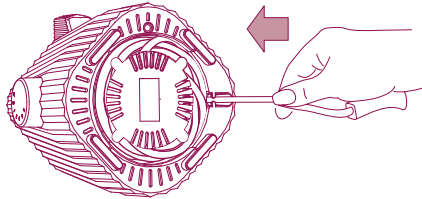

fig. 3
- Inserite il coperchio sulla caraffa facendo combaciare l'attacco del sistema di sicurezza del coperchio al sistema di sicurezza del manico della caraffa. Per ultimo riposizionate il tappo dosatore (fig. 3)